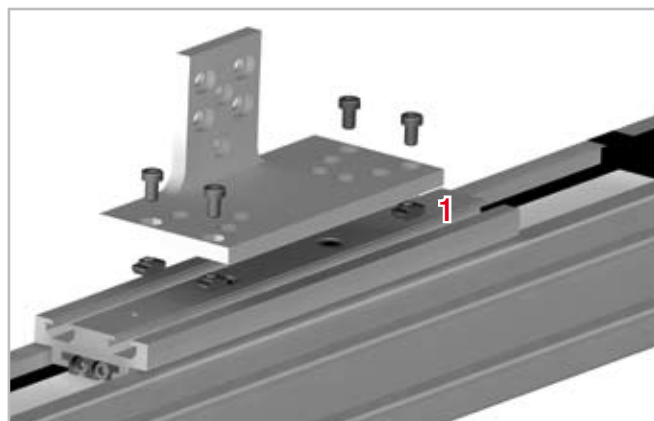

Fig. 72
1. Insérez les vis à utiliser pour relier à l'unité 1 dans les trous préparés (voir fig. 72).